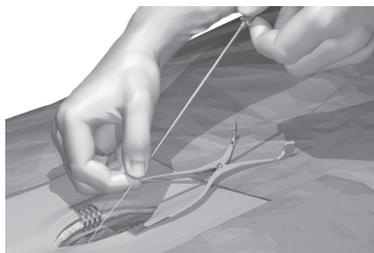

Figure 6 : Retrait de l'aiguille d'insertion
2. Retirez délicatement l'aiguille d'insertion de l'espace épidural en tirant lentement l'aiguille vers le haut en direction de l'extrémité proximale de la sonde et en maintenant la sonde (Figure 6).